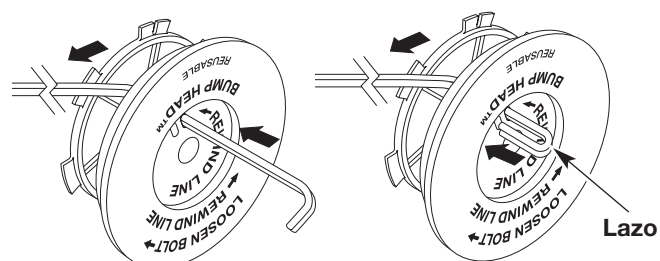

Fig. 37
8. Tome aproximadamente 3 m (9 pies) de nueva línea de corte. Inserte un extremo de la línea a través de uno de los orificios del carrete interior (Fig. 37). Pase la línea a través del carrete interior hasta que queden sólo 4 pulgadas fuera.
9. Inserte el extremo de la línea en el orificio abierto del carrete interior y tire de la línea en forma ajustada a fin de que el lazo sea lo más pequeño posible (Fig. 37).